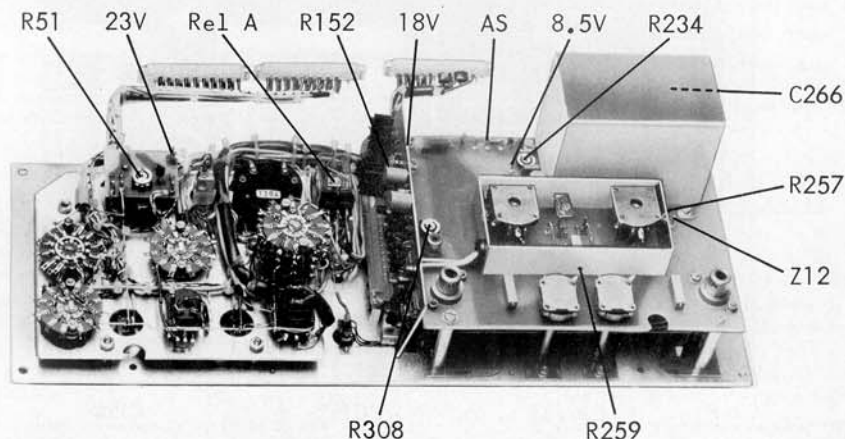

Bild 8 / Figure 8
3. 12 V am Gate von T 65 (Lötstift Z 12, Bild 8).
Versorgt Diodenabstimmung. Funktionskontrolle: 2,5 - 4 V über 1 k Widerstand R 257 (Bild 8).
Abstimmspannung (Lötstift AS, Bild 8) bei 144 MHz = ca. 4,5 V; bei 146 MHz = ca. 11,4 V (für diese Messung ist Röhren- oder Transistor-Voltmeter mit Eingangswiderstand von größer 10 M Ohm erforderlich !).
4. 8,5 V am Ausgang von IC 31 (Lötstift 8,5 V, Bild 8). Versorgt VFO.
3. 12 V at gate of T 65 (pin "Z 12", Fig. 8).
Supplies varicap diode. Functional check: 2.5 - 4 volt across 1 k resistor R 257 (Fig. 8). Tuning voltage (pin "AS", Fig. 8) at 144 MHz = approximately 4.5 volt; at 146 MHz = approximately 11.4 volt (a vacuum tube voltmeter or transistor voltmeter with an input resistance greater than 10 M Ohm is necessary for this measurement).
4. 8.5 V at output of IC 31 (pin "8.5 V", Fig. 8).
Der FM-Hub ist auf ca. 5 kHz eingestellt. Er kann mit dem Trimm-Potentiometer R 234 (Bild 8) verändert werden.
Sollte das dB-Meter ohne Signal (jedoch mit 60 Ohm Abschlußwiderstand in der Antennenbuchse) nicht auf "0" zurückgehen, oder schwache Signale nicht angezeigt werden, kann das dB-Meter mit dem Trimm-Potentiometer R 51 (Bild 8) wieder auf Null eingestellt werden.
The FM deviation is set at approximately 5 kHz. Deviation can be adjusted with the trimmer potentiometer R 234 (Fig. 8).
If the dB-meter does not return to the "0" position without signal (although the antenna socket is terminated with a 60 Ohm termination) or if weak signals are not indicated, re-adjust the dB-meter with trimmer potentiometer R 51 (Fig. 8) to zero.